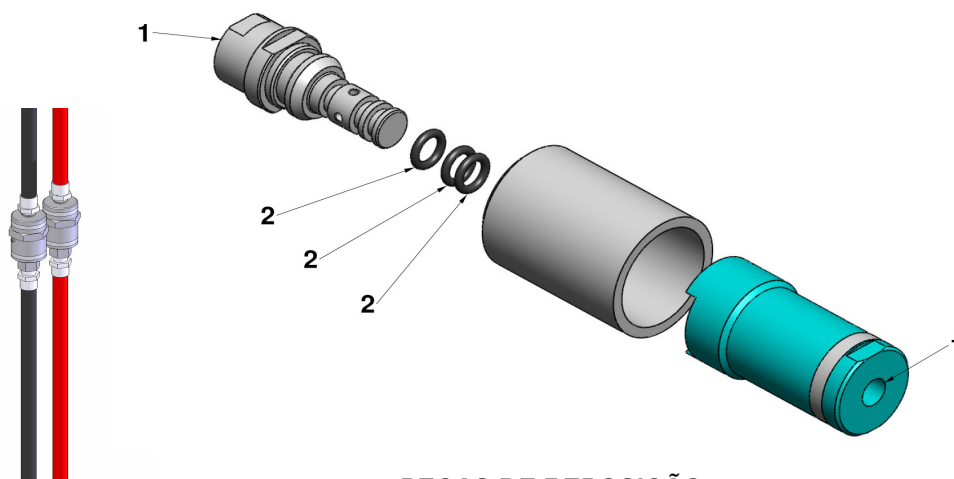

FIGURA 6
Para a manutenção desta válvula, proceder conforme figura 6:
Retirar apenas o eixo conforme figura 6 abaixo e substituir os anéis o'ring (2) e se necessário os anéis o'ring (1) da conexão do Break-Away na mangueira.